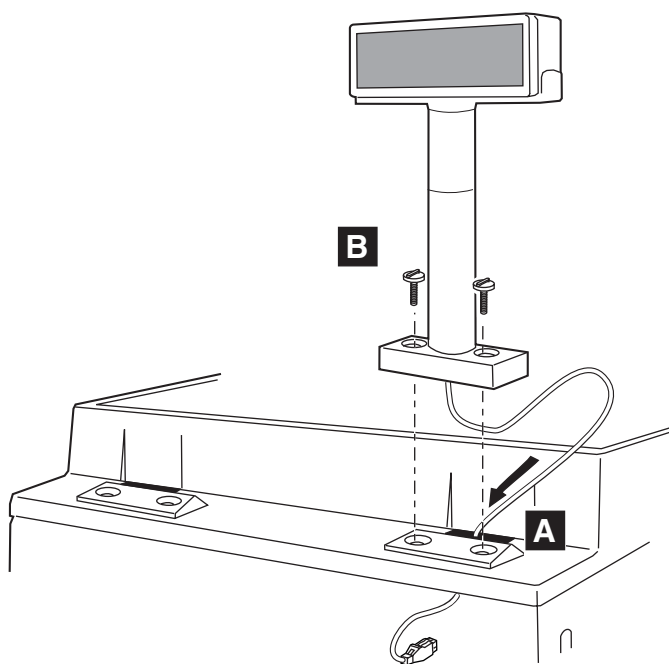

图 69. 布置电缆
4. 将显示器电缆穿过 POS 终端（图 69 中的 **A**）的后部，并用螺丝将支撑杆安装到 POS 终端（**B**）上。